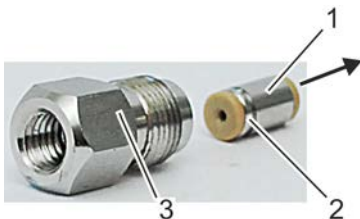

Abb. 122: Rückschlagventil einsetzen (Pumpenkopf Eingang)
- Neues Rückschlagventil in richtiger Einbaulage (Abb. 122) einsetzen.
Bei dem Pumpenkopfausgang ist die Einkerbung (Abb. 122/2) des Rückschlagventils (Abb. 122/1) auf der gegenüberliegenden Seite.
- Rückschlagventilüberwurf (Abb. 122/3) wieder eindrehen und festziehen.